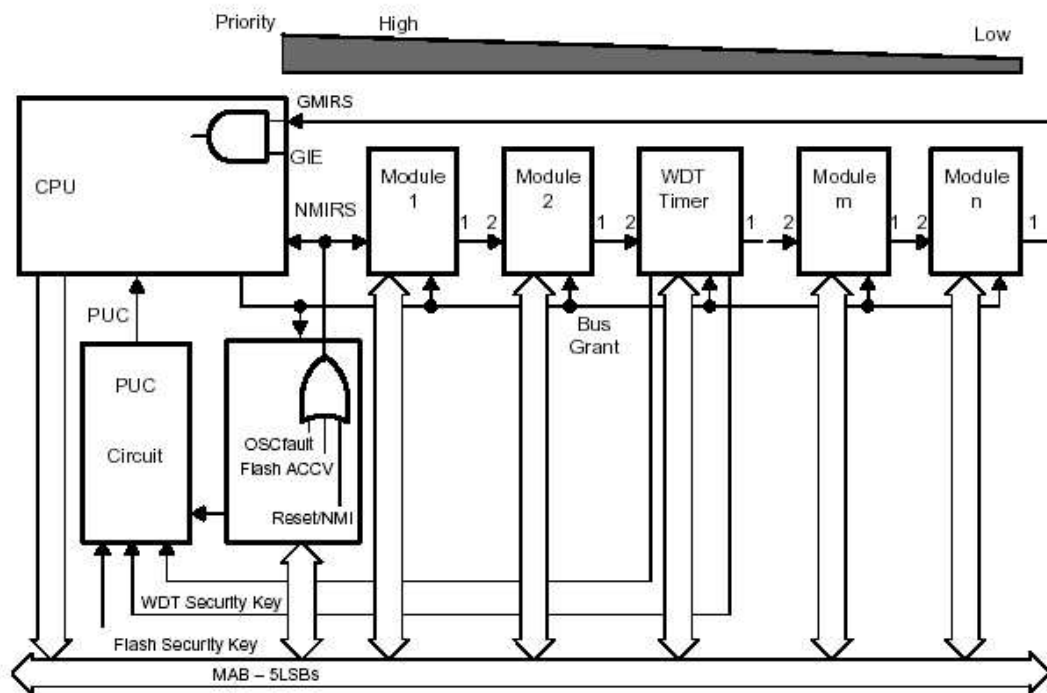

Figura 5.2: Esquema d'interrupcions i reset
El sistema d'interrupcions del MSP430 és una variació de l'esquema "Daisy Chain" [8]. El podem observar en la figura 5.2, extreta de la guia d'usuari del microcontrolador, on també podem veure les possibles fonts de reset.
6. Posem l'adreça base del vector d'interrupcions en el bus d'adreces. Aquesta adreça és 0xFFE0. Activem la línia INTBG (INTerrupt Bus Grant, "Bus Grant" en la figura 5.2). Això provoca que el perifèric més prioritari dels que estan sol·licitant interrupció possi en el bus d'adreces els cinc bits baixos de l'adreça del vector d'interrupció corresponents a aquell perifèric. Entrem en l'estat FETCH\_VECTOR.